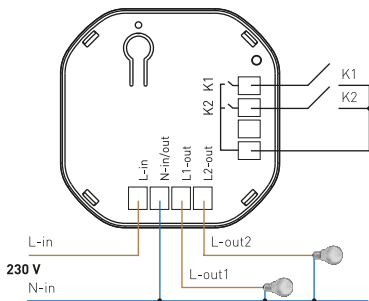

Рисунок 1. Внешний вид реле, подключение и органы управления.
- 3.2. Подключите обесточенные провода от сети ~230 В к клеммам **L** — фаза и **N** — ноль, провода от нагрузки к клеммам **L1** — выход 1 и **L2** — выход 2. При необходимости подключите провода от кнопок локального управления к клеммам **K1** и **K2** (см. Рис. 1).
- ▼ Быстро нажмите и отпустите 3 раза внешнюю кнопку K1 или K2 (см. Рис. 1).